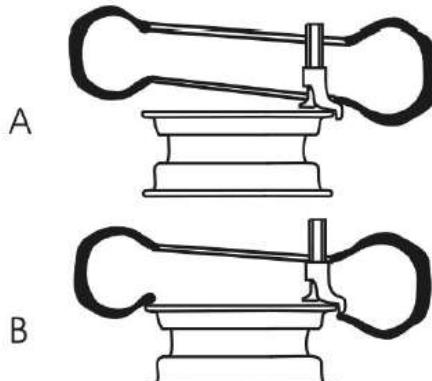

Abb. 38
- Relative Lage zwischen Reifen und Montage- / Demontage-Kopf so einstellen, dass Wulst den Kopf überlappt. Am Ende des Kopfs sollte der Reifenwulst auf dem Montage- / Demontage-Kopf angesetzt sein (Abb. 38-A). Am Beginn des Kopfs sollte sich der Reifenwulst unter der Auskragung des Montage- / Demontage-Kopfs befinden (Abb. 38-B).